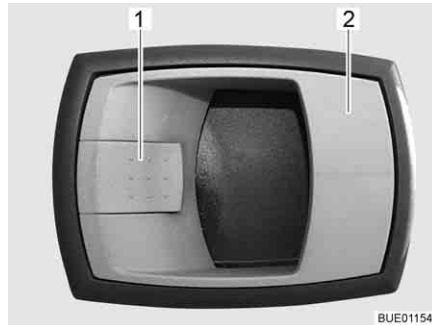

Fig. 30 Serratura della porta di ingresso, lato interno
*Apertura:* ■ Tirare la maniglia (Fig. 30,2). La serratura della porta si sblocca.
*Bloccaggio:* ■ Premere la leva di sicurezza (Fig. 30,1).